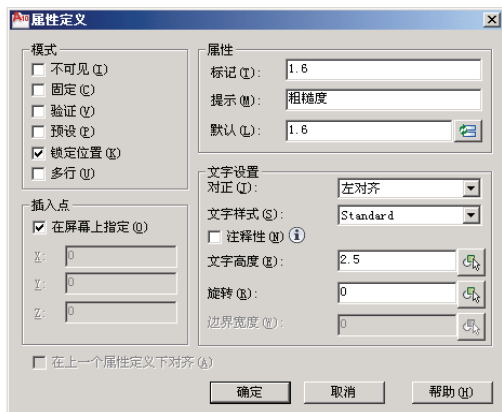

图 T7-6 “属性定义”对话框
① 单击菜单“绘图→块→属性定义”，弹出图 T7-6 所示的“属性定义”对话框。在对话框中作图示的设定。
② 单击“属性定义”对话框中的拾取点按钮，回到绘图屏幕，单击粗糙度符号左上角顶点偏上一点的位置（文本 1.6 的左下角），退回“属性定义”对话框。
③ 单击确定按钮，退出“属性定义”对话框，在屏幕上自动出现“1.6”的字样。